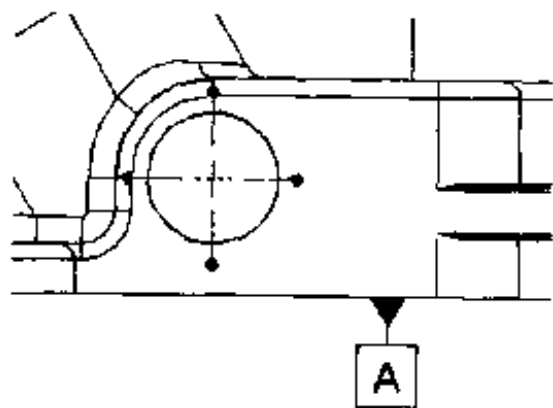

图 2.80 自动添加中心线
- (1) 放大正视图，单击【线性中心线】工具，然后单击如图 2.80 所示的圆，为孔添加中心线。中心线共有 4 条延伸线，在关掉中心线工具后，可以通过选择中心线，然后拖动红色的控制柄加以缩放，也可以使用这些延伸线标注尺寸。